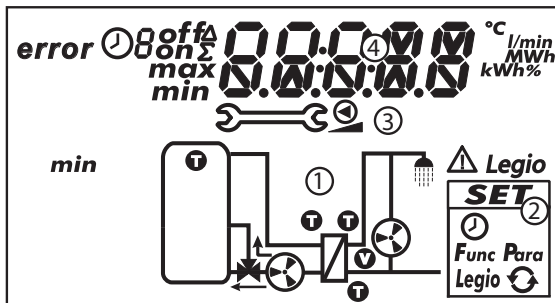

Fig. 7 : Aperçu des zones d'affichage (l'ensemble des éléments est représenté)
Le tableau suivant décrit les symboles du graphique du système (① dans la fig. 7).
Le menu de configuration (② dans la fig. 7) contient les entrées suivantes :
Le tableau suivant décrit les pictogrammes pour les fonctions (③ dans la fig. 7).
L'affichage des valeurs d'exploitation et de configuration (④ dans la fig. 7) se compose des éléments suivants :
①	Le symbole est affiché en cas d'erreur.
②	Symbole pour le contrôle temps des fonctions. Le symbole s'affiche lorsque : • une limite de temps ou un contrôle temps est configuré • l'état de la limite de temps ou du contrôle temps est affiché • la limite de temps bloque un contrôle température (le symbole clignote)
③	Numéro de la plage horaire qui vient d'être définie/affichée dans le menu de configuration ou dans laquelle se situe l'heure actuelle. Le contrôle temps d'une fonction se compose de 1 ou 3 plages horaires réglables. Exemple : Plage horaire 1 : 06.00 – 08.00 Plage horaire 2 : 11.00 – 12.30 Plage horaire 3 : 17.00 – 19.00
④	Informations complémentaires : on, off : état de commutation/condition de commutation activé, désactivé max, min: valeur maximum, valeur minimum Σ : valeur cumulée d'exploitation depuis la première mise en service, non-réinitialisable Δ : valeur cumulée d'exploitation depuis la dernière remise à 0
⑤	Affichage de : • valeurs de mesure • valeurs de configuration • codes d'erreur • autres informations, version du logiciel p. ex.
⑥	Unité physique des valeurs affichées dans ⑤ : °C, l/min, %, h, kWh, MWh